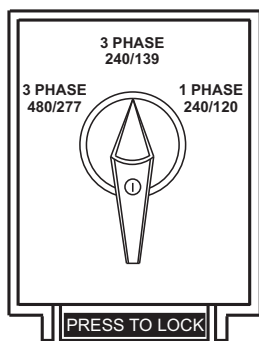

Figure 19. Sélectionneur de tension (position triphasée 240/139 volts)
1. Placez l'interrupteur de sélection de tension en **position triphasée 240/139 volts**, comme indiqué dans la Figure 19.